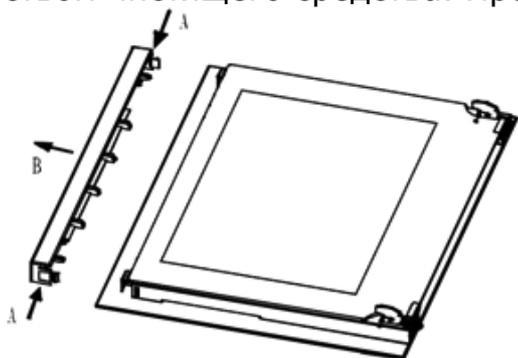

Рис. 9
1. Нажмите на кнопку на левой и правой частях дверцы, извлеките верхнюю планку (Рис. 9)